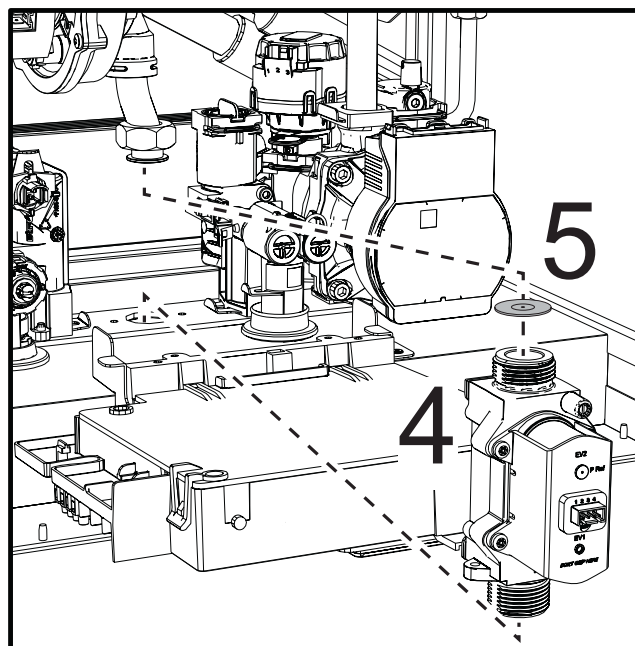

Рис. 45
- Извлеките газовый клапан «4» и газовую диафрагму «5» (рис.45).